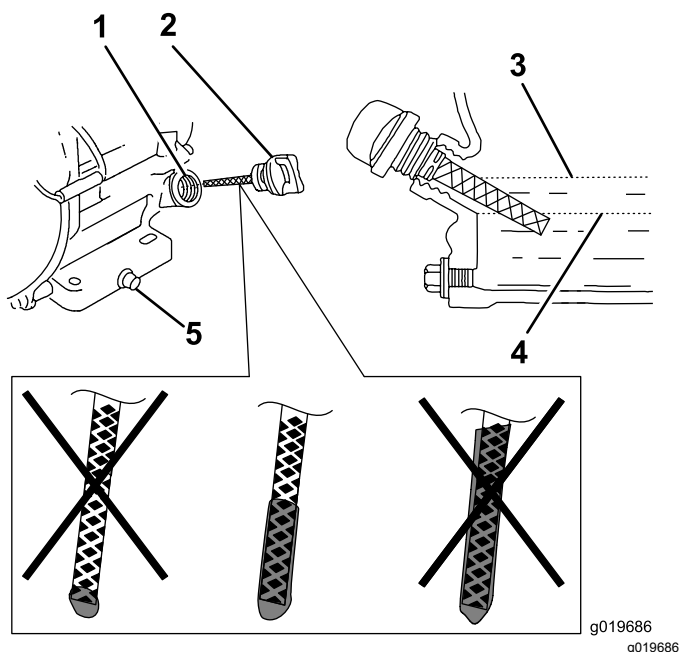

Figure 18
6. Ressortez la jauge et vérifiez le niveau d'huile moteur (Figure 18).